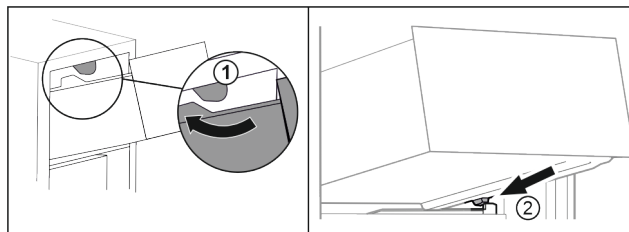

Fig. 14
- Juhtige sahtel ümber ülemiste peatajate. Fig. 14 (1)
- Asetage sahtel kaldu alumiste peatajate taga anumaribile. Fig. 14 (2)